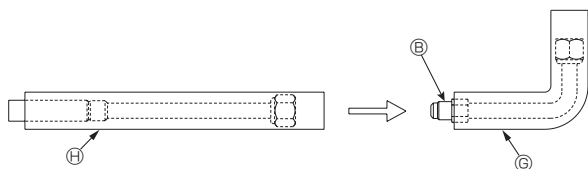
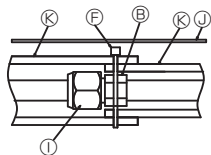
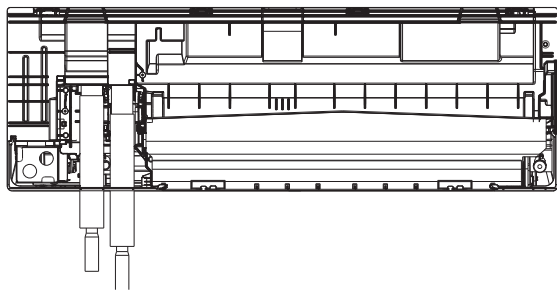

Fig. 3-14
Fig. 3-15
Fig. 3-22
3.3.4. Cómo instalar las tuberías de conexión Ⓒ y Ⓓ (para el modelo WL12/15) (de la Fig. 3-14 a la Fig. 3-22)
- (1) Conecte dos juegos de tuberías de conexión en forma de L Ⓒ y tuberías de conexión en forma de I Ⓓ. (Fig. 3-14)
- (2) Envuelva las cubiertas de las tuberías de conexión y asegúrelas con una brida Ⓔ.
- (3) Coloque el aislamiento Ⓛ de modo que cubra las partes cortadas de las tuberías de conexión. (Fig. 3-15)